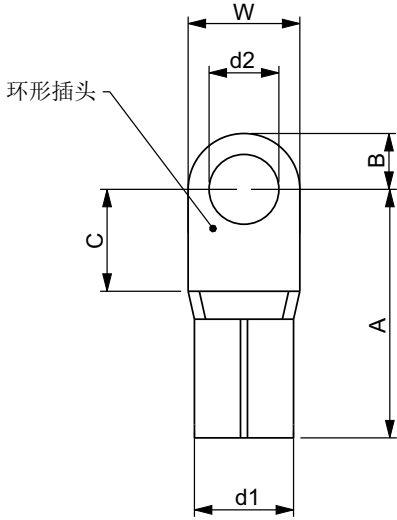

图1
- 当变频器功率 $\geq 15\text{ kW}$ 时，且主接线端子 $>10\text{mm}^2$ (AWG 6), 需要使用环形接头作为连接，请参考如下图 1 中环形接头的尺寸规格